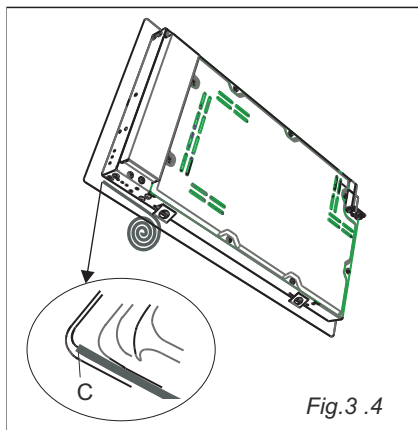

Fig.3.4
- Appliquez le ruban autoadhésif "C" tout autour du coin inférieur de la plaque de cuisson. N'étirez pas la bande. ( Fig 3.4)